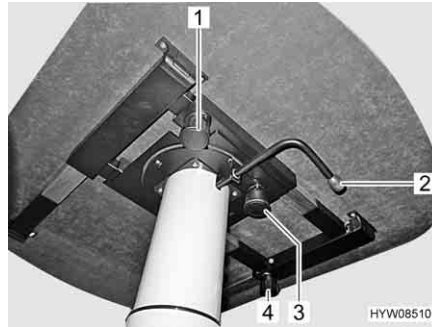

Fig. 45 Tavolo rialzabile
- Svitare la vite a testa cilindrica zigrinata (Fig. 45,4).
- Svitare la vite a testa cilindrica zigrinata (Fig. 45,1).
- Premere il tasto (Fig. 45,3) del bloccaggio.
- Ruotare la leva (Fig. 45,2) al di sotto del piano del tavolo di 180° verso sinistra. Il meccanismo di sollevamento nel piede del tavolo viene sbloccato.
- Ruotare la leva (Fig. 45,2) al di sotto del piano del tavolo (Fig. 45,1) di 180° verso sinistra. Il piano del tavolo va automaticamente verso l'alto fino al fine corsa.